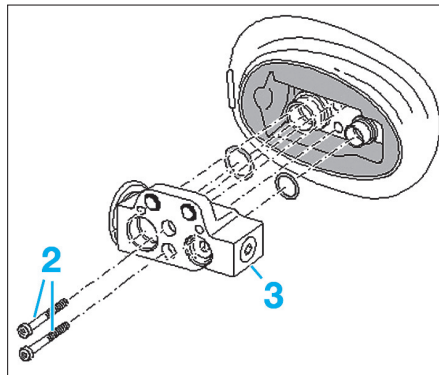

FIG. 8
- les vis (2) du détendeur (3) puis l'extraire (Fig.8).